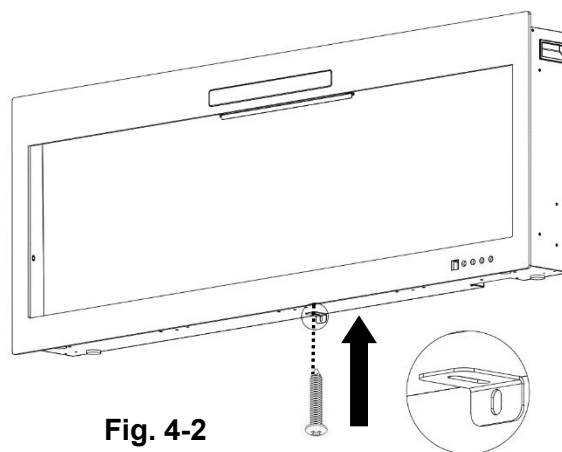

Fig. 4-2
B. Utilizando el tornillo retirado anteriormente, fije el soporte en L (suministrado) a la parte inferior de la caja de la chimenea. (**Fig 4-2**)